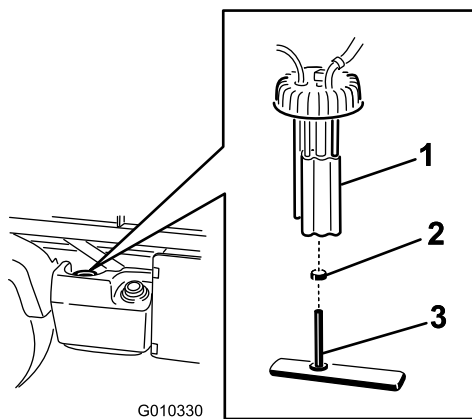

Figura 47
2. Estraete il connettore di cablaggio fili dalla pompa del carburante (Figura 47)
3. Allentate la fascetta stringitubo e scollegate i tubi del carburante dal tappo della pompa del carburante (Figura 47).
4. Togliete il tappo della pompa del carburante dal serbatoio del carburante (Figura 47).
5. Rimuovete il gruppo pompa e filtro del carburante dal serbatoio (Figura 47).
7. Rimuovete il tubo dai raccordi (Figura 47).